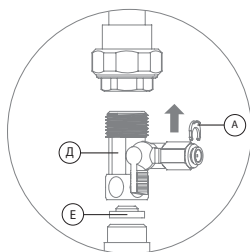

Рис. 8
1. Установите адаптер-вентиль (Д) между магистралью холодной воды и гибкой подводкой вашего смесителя. Уплотните соединение адаптера-вентилья с магистралью при помощи поставляемого в комплекте уплотнительного кольца (Е) (рис. 8).